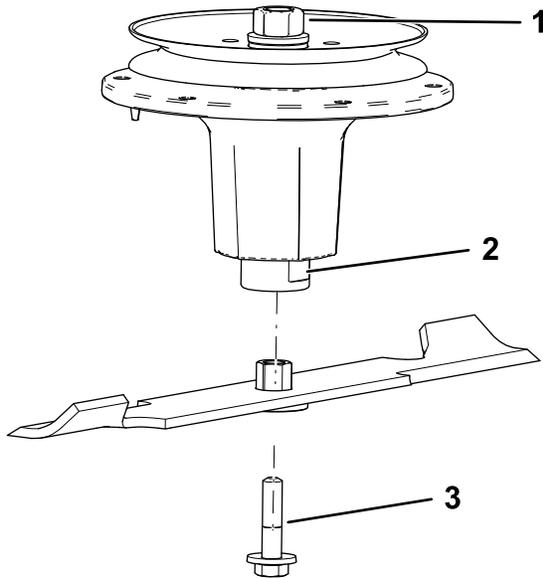

Рисунок 9
2. Вставьте узел втулки/ножа в вал шпинделя (Рисунок 9).